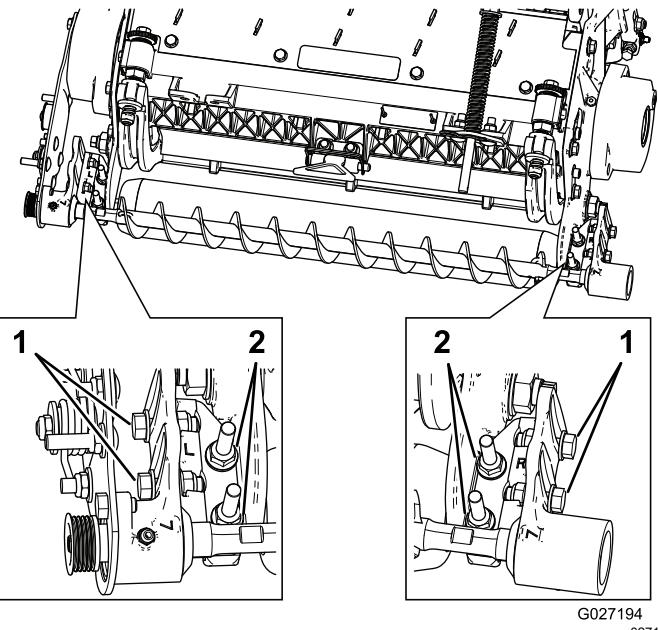

Figura 13
- A. Afloje las 2 contratuerca con arandela prensada que sujetan el soporte de montaje del cepillo de rodillo a la chapa lateral de la unidad de corte (Figura 13).
- B. Gire el alojamiento del cojinete del cepillo de rodillo hasta que quede paralelo a la chapa lateral de la unidad de corte (Figura 13).
- C. Apriete las 2 contratuerca con arandela prensada que sujetan el soporte de montaje del cepillo de rodillo a la chapa lateral de la unidad de corte (Figura 13).
1. Afloje los 2 pernos que sujetan el alojamiento del cojinete de cada cepillo de rodillo al soporte de montaje del cepillo de rodillo (Figura 13).